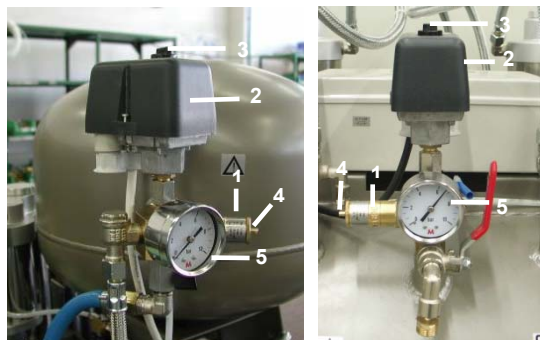
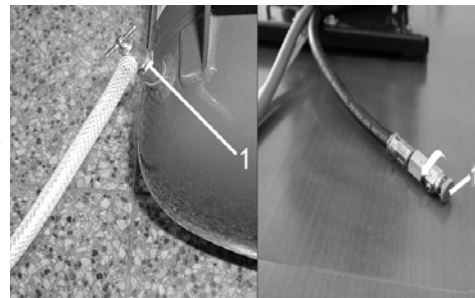
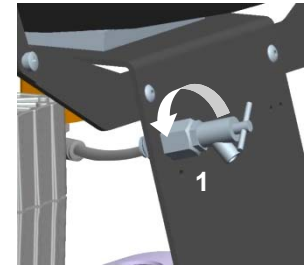

Рис.13
Рис.14
Рис.15 DK50 2V
(Рис.13).
(Рис.13)
Компрессоры (Рис.14, Рис.15)
В том случае, если компрессор не будет применяться длительное время, рекомендуется слить конденсат из напорного резервуара и компрессор потом запустить в эксплуатацию примерно на 10 минут с открытым клапаном для слива конденсата (1) (Рис.14, Рис.15). Потом выключить компрессор выключателем (3) на реле давления (2) (Рис.13), закрыть клапан для слива конденсата и отсоединить оборудование от электросети.
- Отсоединить оборудование от электросети. Выпустить давление воздуха в напорном резервуаре, открывая клапан для выпуска конденсата (1) (Рис.14 Рис.15).